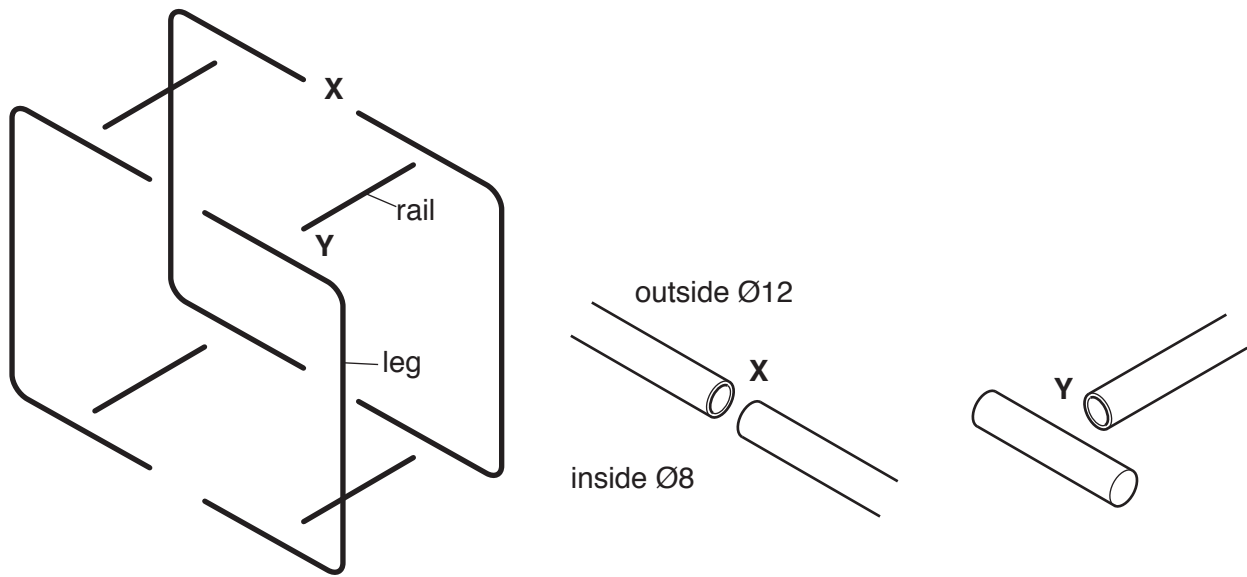

Fig. 10
- (d) Details of the stand are shown in Fig. 10.